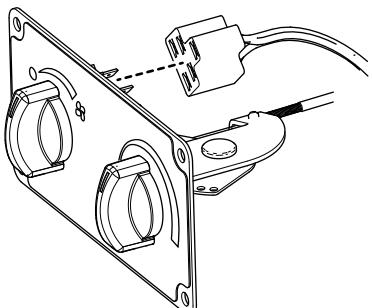

図 9
10. キットのワイヤハーネスの5端子コネクタを、エアフロースイッチの背面に接続する図9。